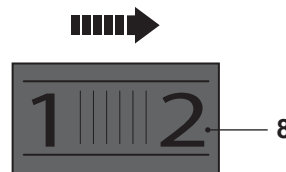

Fig. 14
- > Desplace el selector de velocidad (2) hacia la derecha (visto desde la posición del operador) para reducir la velocidad máxima (Fig. 14). Un ajuste menor es adecuado cuando se lija con bandas de grano grueso para retirar pinturas o barnices.